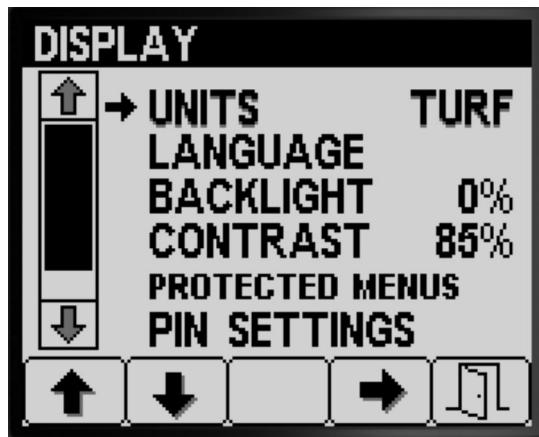

Bild 17
1. Drücken Sie Taste 1 oder 2, um auf die Option ME zu navigieren (Bild 17).
2. Drücken Sie die Taste 4, um zwischen ENGLISCH, GRÜNFLÄCHE und „SI“ (metrisch) zu wechseln (Bild 17).
3. Drücken Sie Taste 5, um die Einstellung zu speichern, den Bildschirm ME zu beenden und auf den Einstellungen-Bildschirm zu gehen (Bild 17).